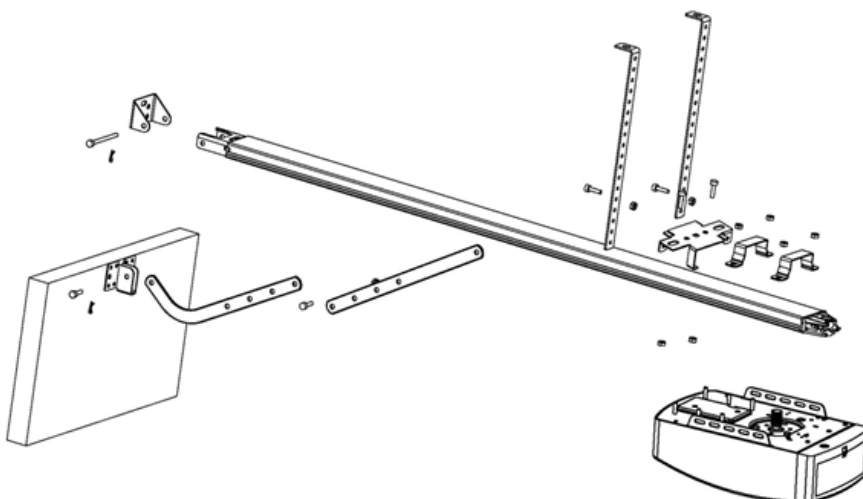

Abbildung 3
Schritt 1 (Abb.3)
Schritt 2 (Abb.3)
Schritt 3 (Abb.3, Abb. 4)
Schritt 4 (Abb.3, Abb. 5)